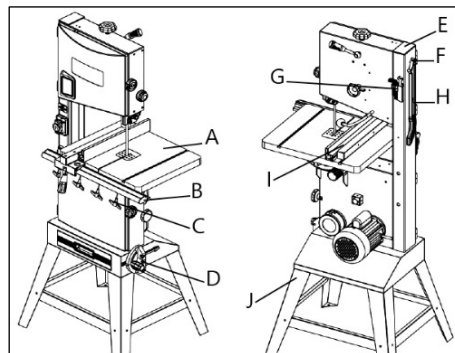

Рисунок 4.
- Прикрепите кронштейны колес к опорам (рис. 4).
Прикрепите рабочий стол А (рис. 4) к станку при помощи болтов М8×10 и плоских шайб 8 мм. Убедитесь, что пильное полотно попало в центр паза в столе.
Прикрепите набор инструментов G (рис. 4) к раме станка Е при помощи болтов М4×10. Прикрепите кронштейн F шестигранной гайкой к раме Е.